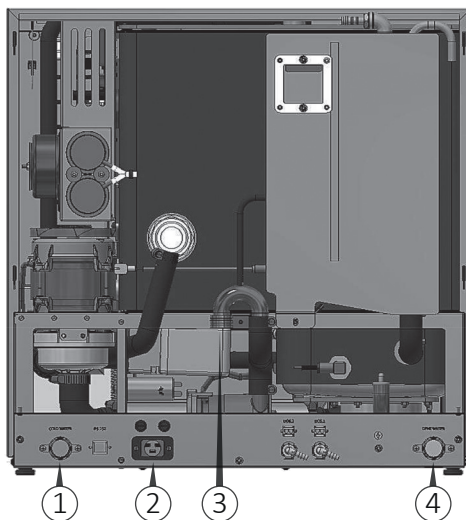

Fig. 8
- Cerciórese de conectar los tubos flexibles del agua en las posiciones indicadas en la Fig. 8.
- Conecte el tubo flexible del agua en las posiciones indicadas en la Fig. 8.
- 1) Conecte la máquina a las conexiones de agua (Fig. 8).